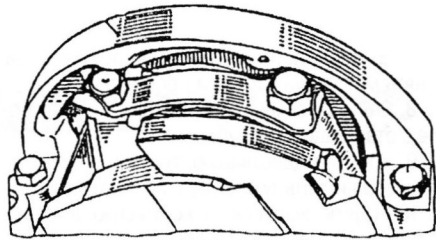

Рис. 3.7. Снятие опоры масляного картера
16. Снять опору масляного картера в сборе (рис. 3.7).